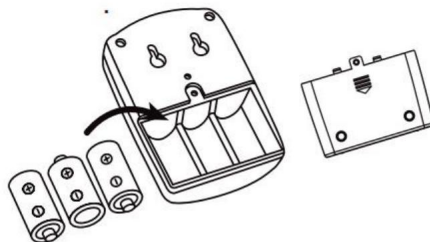

Fig. 5
6. Zainstaluj trzy baterie „C” w odbiorniku. (Rys.5)